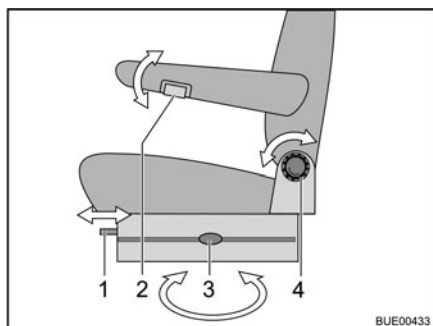
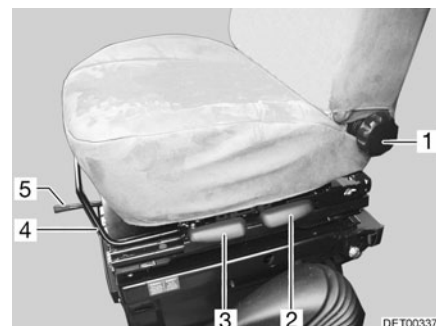

Fig. 59 Asiento del conductor/asiento del acompañante (variante 1)
Fig. 60 Asiento del conductor/asiento del acompañante (variante 2)
- Presionar la palanca (Fig. 59,3 ó Fig. 60,5) para girar los asientos. El asiento se desbloquea.